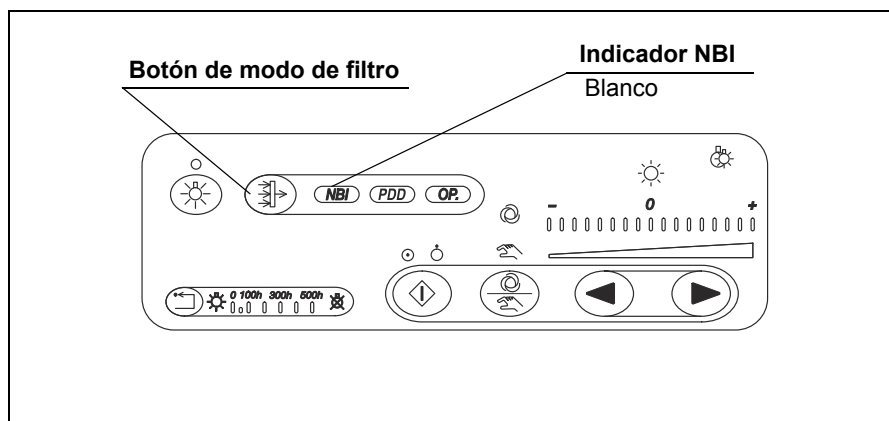

Figura 4.10
3. Pulse el botón de modo de filtro. El indicador "NBI" se ilumina en color blanco (véase la figura 4.10).
4. En la figura 4.10, el modo de observación NBI está activado.